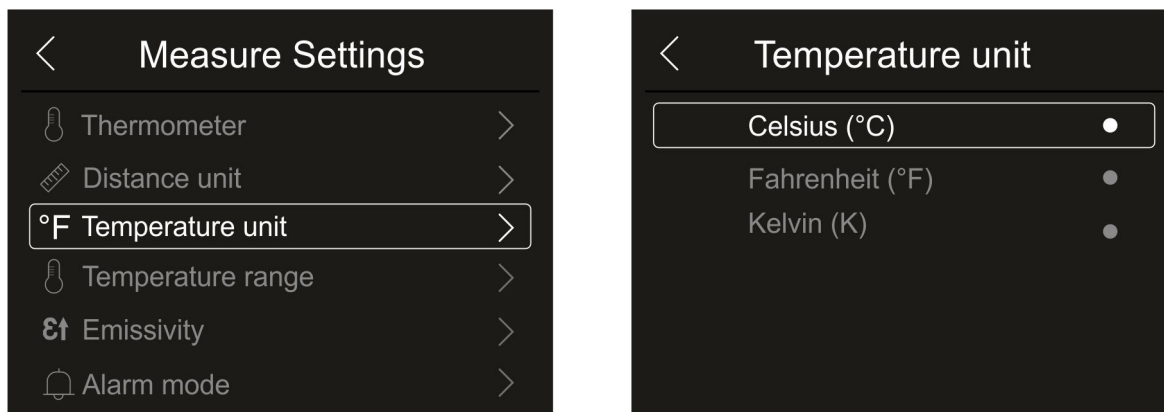

Fig. 23: Menu de configuração da unidade de medição de temperatura
1. Clique em "Thermometer". A ecrã da Fig. 23 - lado direito é exibido